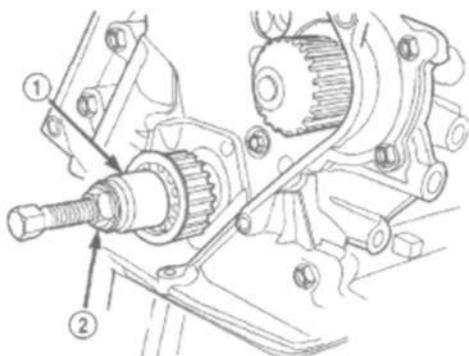

Рис. 96 Звездочка коленчатого вала - установка.
- (7) Установить звездочку коленвала при помощи спец. приспособления 6792 (Рис. 96).
- (8) Установить приемный патрубок масляного насоса.
- (9) Установить масляный поддон (см. п.9. ДВИГАТЕЛЬ/ СМАЗКА/МАСЛЯНЫЙ ПОДДОН УСТАНОВКА).
- (10) Установить заднюю крышку ремня привода ГРМ (см. п. 9 ДВИГАТЕЛЬ / ФАЗЫ ГАЗОРАСПРЕДЕЛЕНИЯ /РЕМЕНЬ ПРИВОДА ГРМ/КРЫШКА(И) ЦЕПИ УСТАНОВКА).
- (11) Установить ремень привода ГРМ (см. п. 9. ДВИГАТЕЛЬ/ ФАЗЫ ГАЗОРАСПРЕДЕЛЕНИЯ/РЕМЕНЬ ПРИВОДА ГРМ/ЦЕПЬ И ЗВЕЗДОЧКИ УСТАНОВКА).